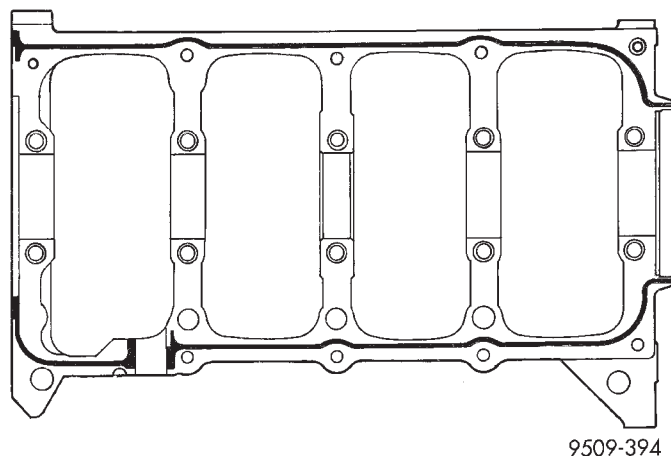

Abb. 13 Abdichtung der Kurbelgehäuse-Grundplatte/Hauptlagerdeckel
(4) Auf der Dichtfläche des Motorblocks eine 1,5 bis 2,0 mm (0,059 - 0,078 Zoll) breite Dichtraupe der selbsthärtenden Dichtungsmasse (Mopar Torque Cure Gasket Maker), wie in (Abb. 13) gezeigt, auftragen.
(5) Untere Hauptlager in der Kurbelgehäuse-Grundplatte montieren. Darauf achten, daß die Lagernasen in die Aussparungen in der Kurbelgehäuse-Grundplatte eingreifen. Hauptlager/Grundplatte im Motorblock montieren.